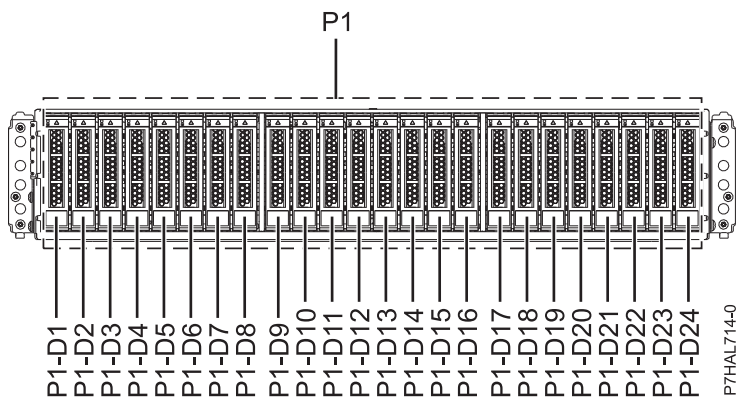
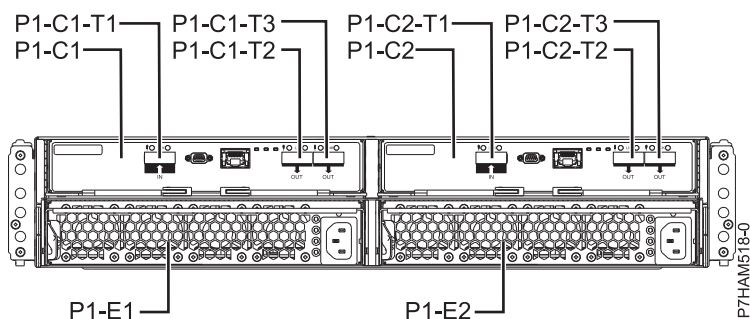

Figura 9. Vista anterior do 5887 suporte de unidades de disco mostrando a localização das unidades de disco
Figura 10. Vista posterior da 5887 suporte de unidades de disco
1. Identifique o componente e o suporte aos quais pretende prestar assistência. As ranhuras de unidades de disco e unidades de disco de segunda geração estão localizadas na parte anterior do suporte. A Figura 9 na página 12 e a Figura 10 na página 12 apresentam a vista anterior e vista posterior do suporte e as localizações de unidades de disco no suporte.